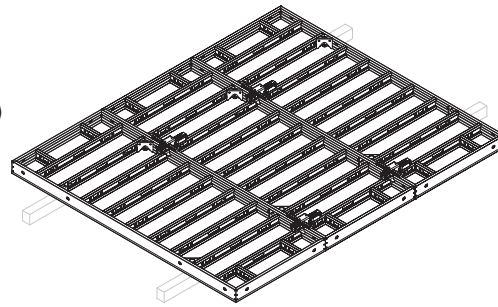

Fig. A2.01
1. Assembler horizontalement. (Fig. A2.01)